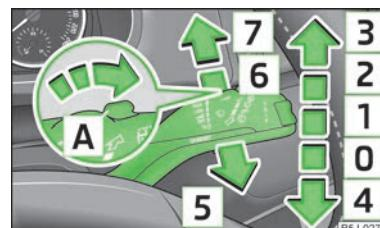

Fig. 31
- Si se desea limpiar el parabrisas sólo **brevemente**, empujar la palanca a la posición de suspensión elástica **4** » fig. 31.
- Levantar la palanca a la posición **1** » fig. 31.
- Levantar la palanca a la posición **2** » fig. 31.
- Levantar la palanca a la posición **3** » fig. 31.
- Tirar de la palanca hacia el volante a la posición de suspensión elástica **5** » fig. 31, el sistema de lavado y el limpiacristales trabajan.
- Empujar la palanca, apartándola del volante, a la posición **6** » fig. 31, la escobilla barrerá cada 6 segundos.
- Empujar la palanca, apartándola del volante, a la posición de suspensión elástica **7** » fig. 31, el limpiacristales y la instalación de lavado trabajan.
- Volver a colocar la palanca en la posición básica **0** » fig. 31.
Si está conectada la luz de cruce o de carretera y la palanca del limpiaparabrisas **5** » fig. 31 de la página 45 está retraída, los faros se salpicarán ligeramente. Para limpiar el faro se debe proceder también tras cada quinto rociado del parabrisas.